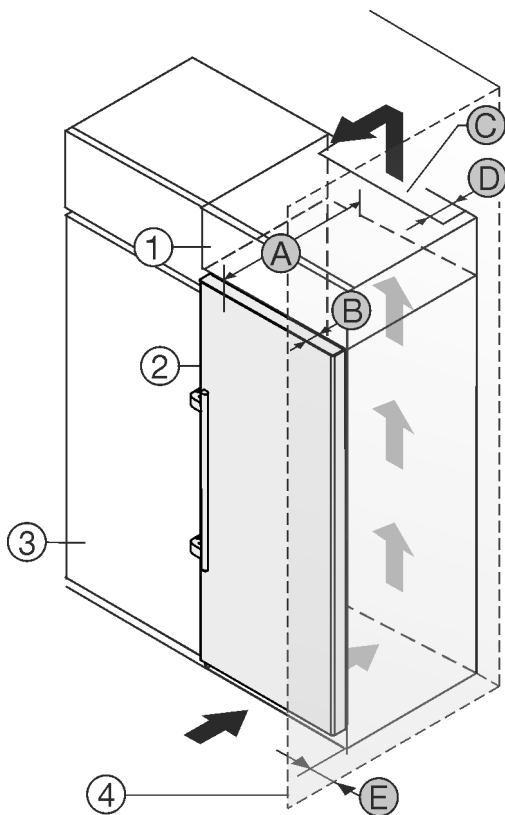

Fig. 2
Du kan plassere apparatet rett ved siden av kjøkkenskapet Fig. 2 (3).*
På baksiden av skapmodulen over enheten må det installeres en ventilasjonskanal med dybden Fig. 2 (D) over hele skapmodulens bredde.*
Ventilasjonstverrsnittet Fig. 2 (C) under taket i rommet må overholdes.*
Hvis apparatet plasseres med hengslene mot en vegg Fig. 2 (4), må avstanden mellom apparatet og veggen være minst 57 mm . Dette tilsvarer hvor mye håndtaket stikker ut når døren er åpen.*
For at du skal kunne åpne døren helt, må apparatet rage dørdybden Fig. 2 (B) lenger ut enn fronten på kjøkkenskapene. Avhengig av kjøkkenskapenes Fig. 2 (3) dybde og bruk av veggavstandsstykker kan enheten rage enda lenger ut.*